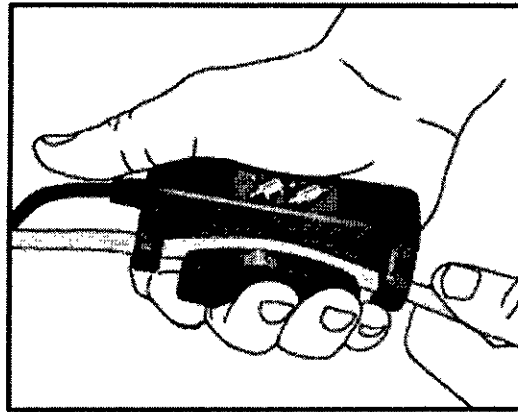

Figura 3. Pase el cable de la competencia a través de la carcasa del dispositivo
2. Pase el cable de la competencia a través de la carcasa del dispositivo lo más cerca posible del **conector del cable** de la pieza de mano de la competencia, como se muestra en la figura 3. Refiérase a los diagramas incluidos en la carcasa del dispositivo.
2. Pase el cable de la competencia a través de la carcasa del cable de conexión FMS CONNECT lo más cerca posible del **conector del cable** de la pieza de mano de la competencia, como se muestra en la figura 3. Refiérase a los diagramas incluidos en la carcasa del dispositivo.